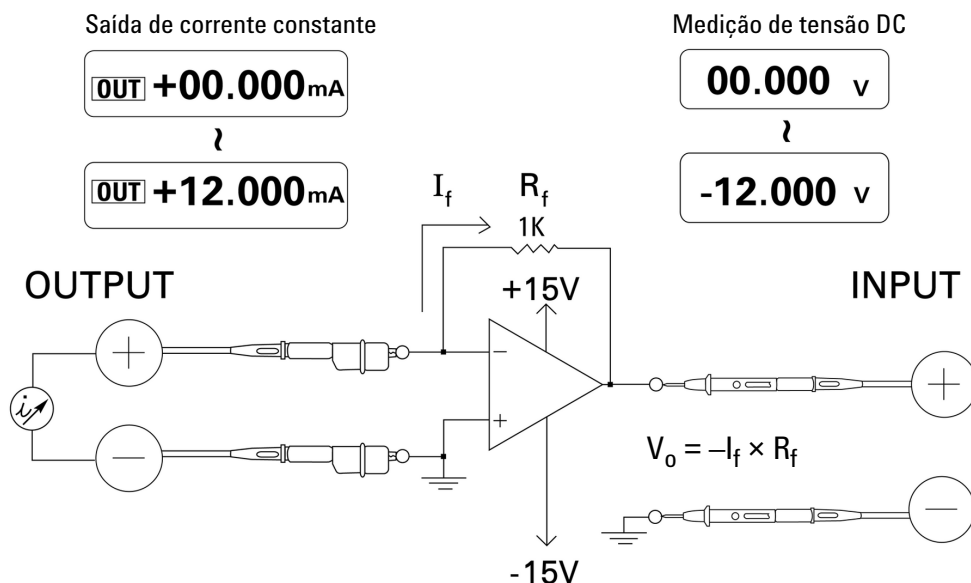

Figura 5-13 Conversor de corrente para tensão
Um amplificador operacional ideal pode atuar como um conversor de corrente para tensão. No **Figura 5-13**, o amplificador operacional ideal mantém seu terminal de entrada inversor no potencial de terra e força qualquer corrente de entrada a passar pelo resistor do feedback. Logo, $I_{in} = I_f$ e $V_o = -I_f \times R_f$. Observe que o circuito fornece a base para uma medição de corrente ideal; introduz queda de tensão zero no circuito de medição, e a impedância de entrada efetiva do circuito, conforme medição direta no terminal de entrada inversor, é zero.
- 5 Conecte o amplificador operacional como na **Figura 5-13**.